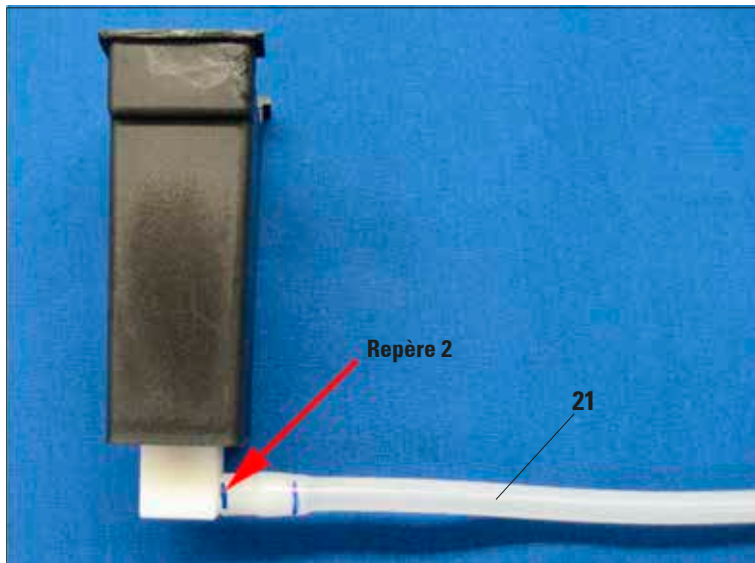

Fig. 26
- Enfoncer ensuite le tuyau (21) en le tournant complètement sur le raccord jusqu'à ce que l'extrémité du tuyau affleure la face latérale du raccord (fig. 26).